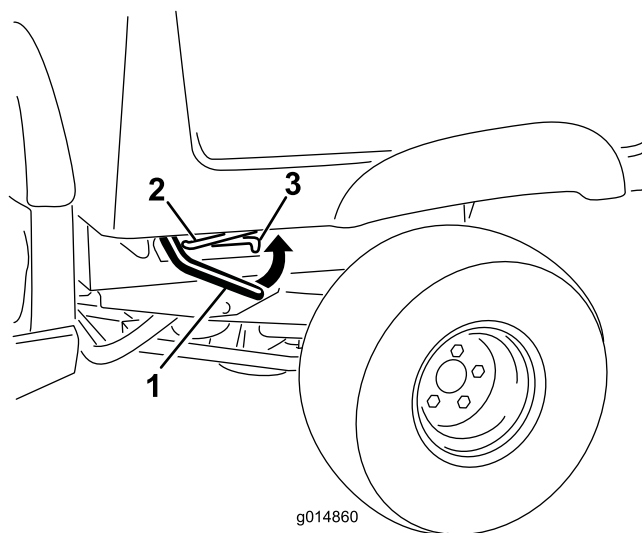

Figura 10
1. Com a alavanca de bloqueio em cada um dos lados, perto do canto dianteiro da caixa de carga, levante a caixa (Figura 10).
2. Fixe a caixa de carga puxando a barra de apoio para o bloqueio traseiro, na extremidade da ranhura que se encontra na estrutura esquerda da máquina (Figura 10).
1. Levante ligeiramente a caixa de carga levantando a alavanca de bloqueio (Figura 10).
2. Retire a barra de apoio da ranhura de bloqueio (Figura 10).
3. Baixe a caixa até prender em segurança (Figura 10).